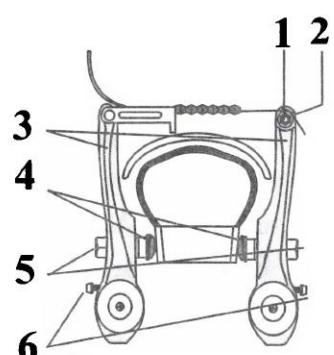

Рис.10
5. Отпустите винт 1 (**Рис. 10**) переднего тормоза и установите тросик тормоза в предназначенное ему место, после чего затяните винт.
1. Для регулировки тормоза ослабьте винт 1 натяжения троса 2 (**Рис. 10**).